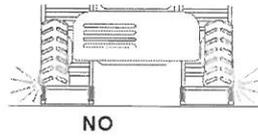

Fig. 3
- Cerciorarse de que las ruedas/orugas del vehículo estén centradas respecto al piso de las rampas. En el caso de utilizar rampas con bordes, evitar subir sobre éstos (ver **FIG. 3**).
- En el caso de rampas sin bordes, esta advertencia debe siempre respetarse, para evitar que el vehículo transite sobre las soldaduras de unión entre el piso y el bastidor (**Fig. 3**)